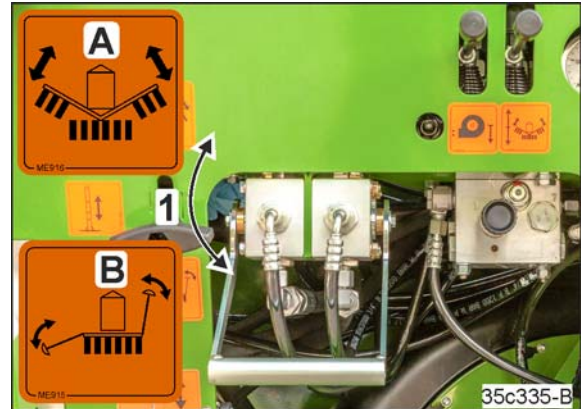

Fig. 229
1. Der Ventilhebel (Fig. 229/1) steht in Position „B“.
3. Ventilhebel (Fig. 229/1) in Position „A“ stellen.